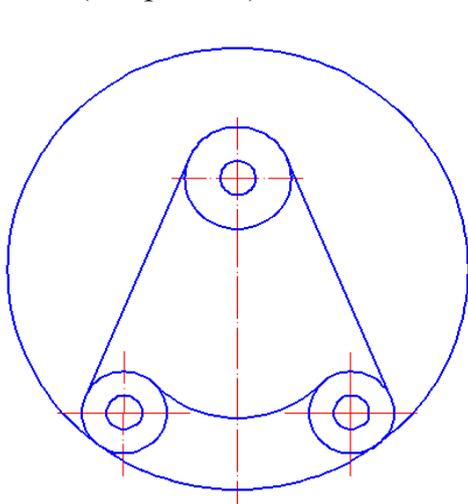

Рис. 62. Построение касательной окружности
3.10. Выполнить сопряжение радиусом 130 мм двух окружностей с помощью команд **Рисование** → **Круг** → **ККР (кас кас радиус)** (см. подр. 2.2) и обрезать верхнюю часть окружности, используя операции **Редактирование** → **Обрезать** (см. рис. 62).